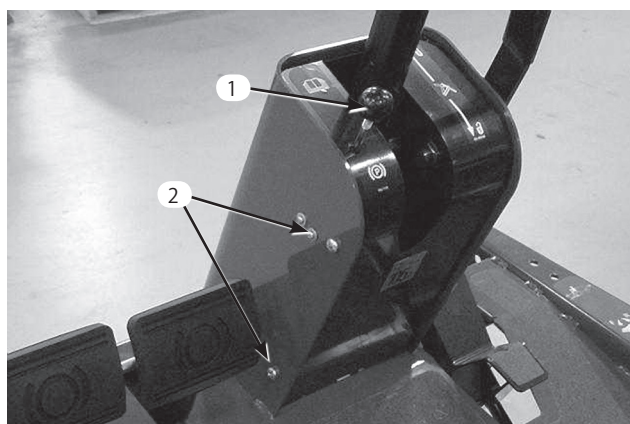

図61
1. 駐車ブレーキのノブを外し、次にハンドル・コラムのカバーを止めているネジ(6本)を取る(図61)。